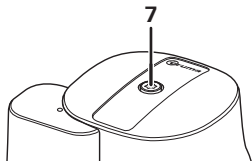
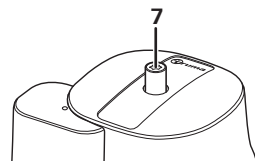

Bild 2a
Bild 2b
Der Crashsensor verfügt über einen Resetknopf, dessen Stellung Auskunft über seinen Status gibt: Stellung „betriebsbereit“ (Bild 2a) oder Stellung „nicht betriebsbereit“ (Bild 2b).
Zum Zurücksetzen den gelben Resetknopf (7) kräftig drücken, leicht im Uhrzeigersinn drehen und 10 Sekunden lang halten und sicherstellen, dass er in der Stellung „betriebsbereit“ (Bild 2a) bleibt.
- Das Auslöseelement des Crashsensors (9) so weit hineindrücken, dass der gelbe Resetknopf (7) herauspringt, so dass der Crashsensor in Stellung „nicht betriebsbereit“ (Bild 2b) ist.
- Schraubkappe (10) des Prüfanschlusses abschrauben und Prüfpumpe mit Prüfschlauch an den Prüfanschluss anschließen.